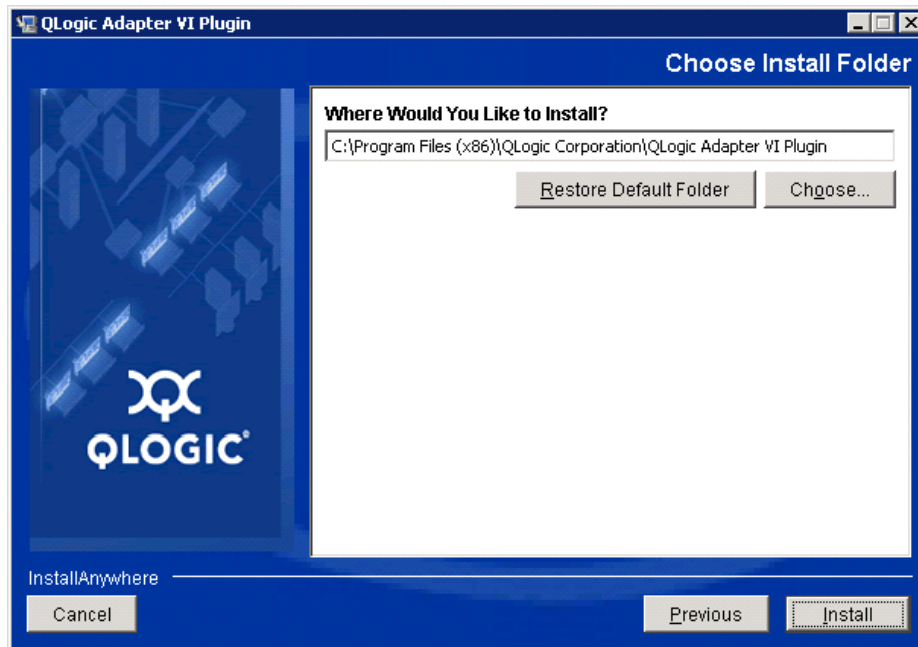

Abbildung 2-12. Auswahl des Installationsverzeichnisses
6. Wählen Sie das Installationsverzeichnis aus, und klicken Sie anschließend auf **Install** (Installieren) (siehe Abbildung 2-12).